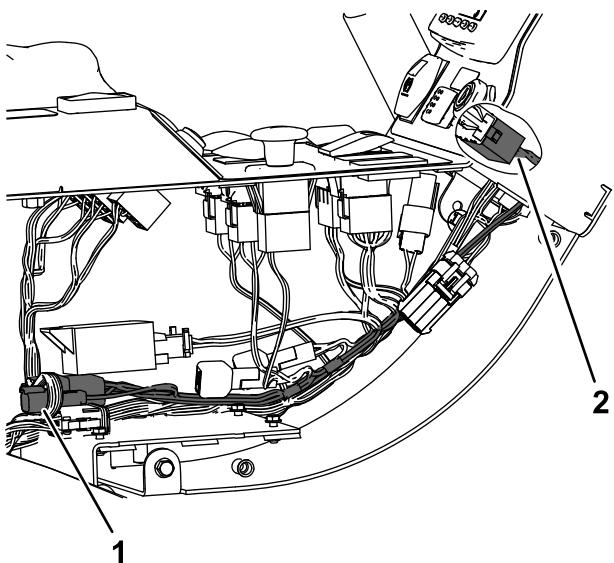

Figura 5
1. Ligue a nova cablagem ao interruptor do travão auxiliar (Figura 5).
2. Ligue a cablagem ao conector de alimentação de luzes UE no interior da consola (Figura 5).